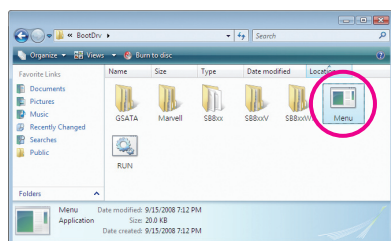
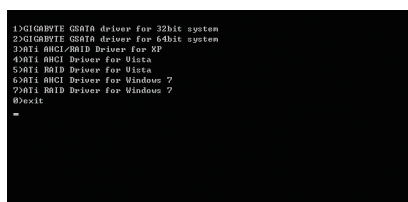

図 3
図 4
- 2: 光学ドライブフォルダから、**BootDrv**フォルダの **Menu.exe** ファイルをダブルクリックします (図3)。図4 のようなコマンドプロンプトウィンドウが開きます。
- 3: 空のフォーマット済みディスクを挿入します。インストールするオペレーティングシステムによっては、メニューから対応する文字を押すことでコントローラドライバを選択し、<Enter>を押します。例えば、図4でメニューから。